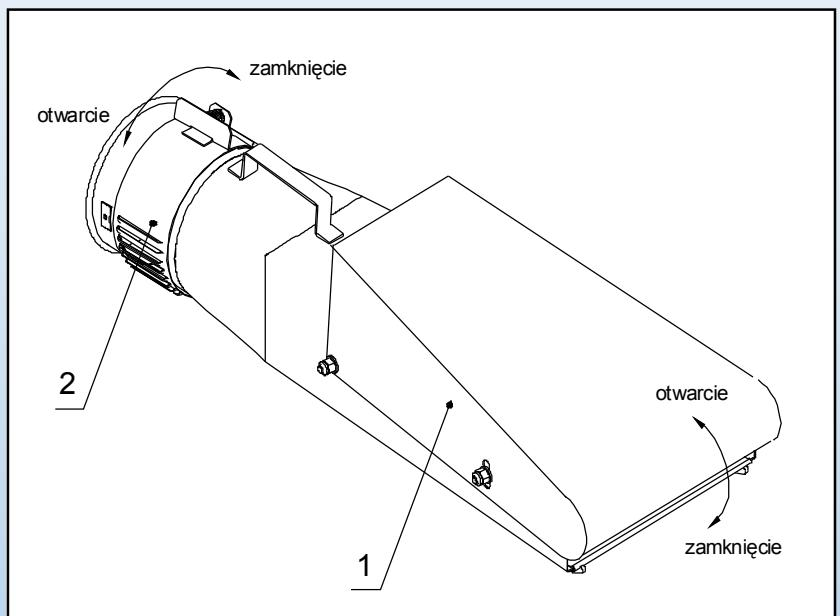

Рис. 8 Сопло (1 - защита; 2 – задвижка)
Чтобы транспортер работал правильно и с оптимальной производительностью должно быть исполнено условие правильной пропорции всасываемого зерна и воздуха. Если воздуха слишком много тогда производительность машины низкая. А если воздуха слишком мало то доводит к закупорке линии всасывающей. Элементом на которым делаем регуляцию есть сопло которое присоединено на конце эластического шланга (Рис.8)
Сопло для транспортеров T207, T207/1, T207/2, T207/3, T450 имеют две регуляции: первая с помощью подвижной защиты (1) – смотр. рис. 8, изменяет ширину отверстия впуска зерна. Для пшеницы ширина отверстия должна быть около 15мм. Чтобы изменить ширину отверстия нужно освободить гайку M8 которая крепит защиту, установить требованную ширину отверстия и обратно зажать гайку.